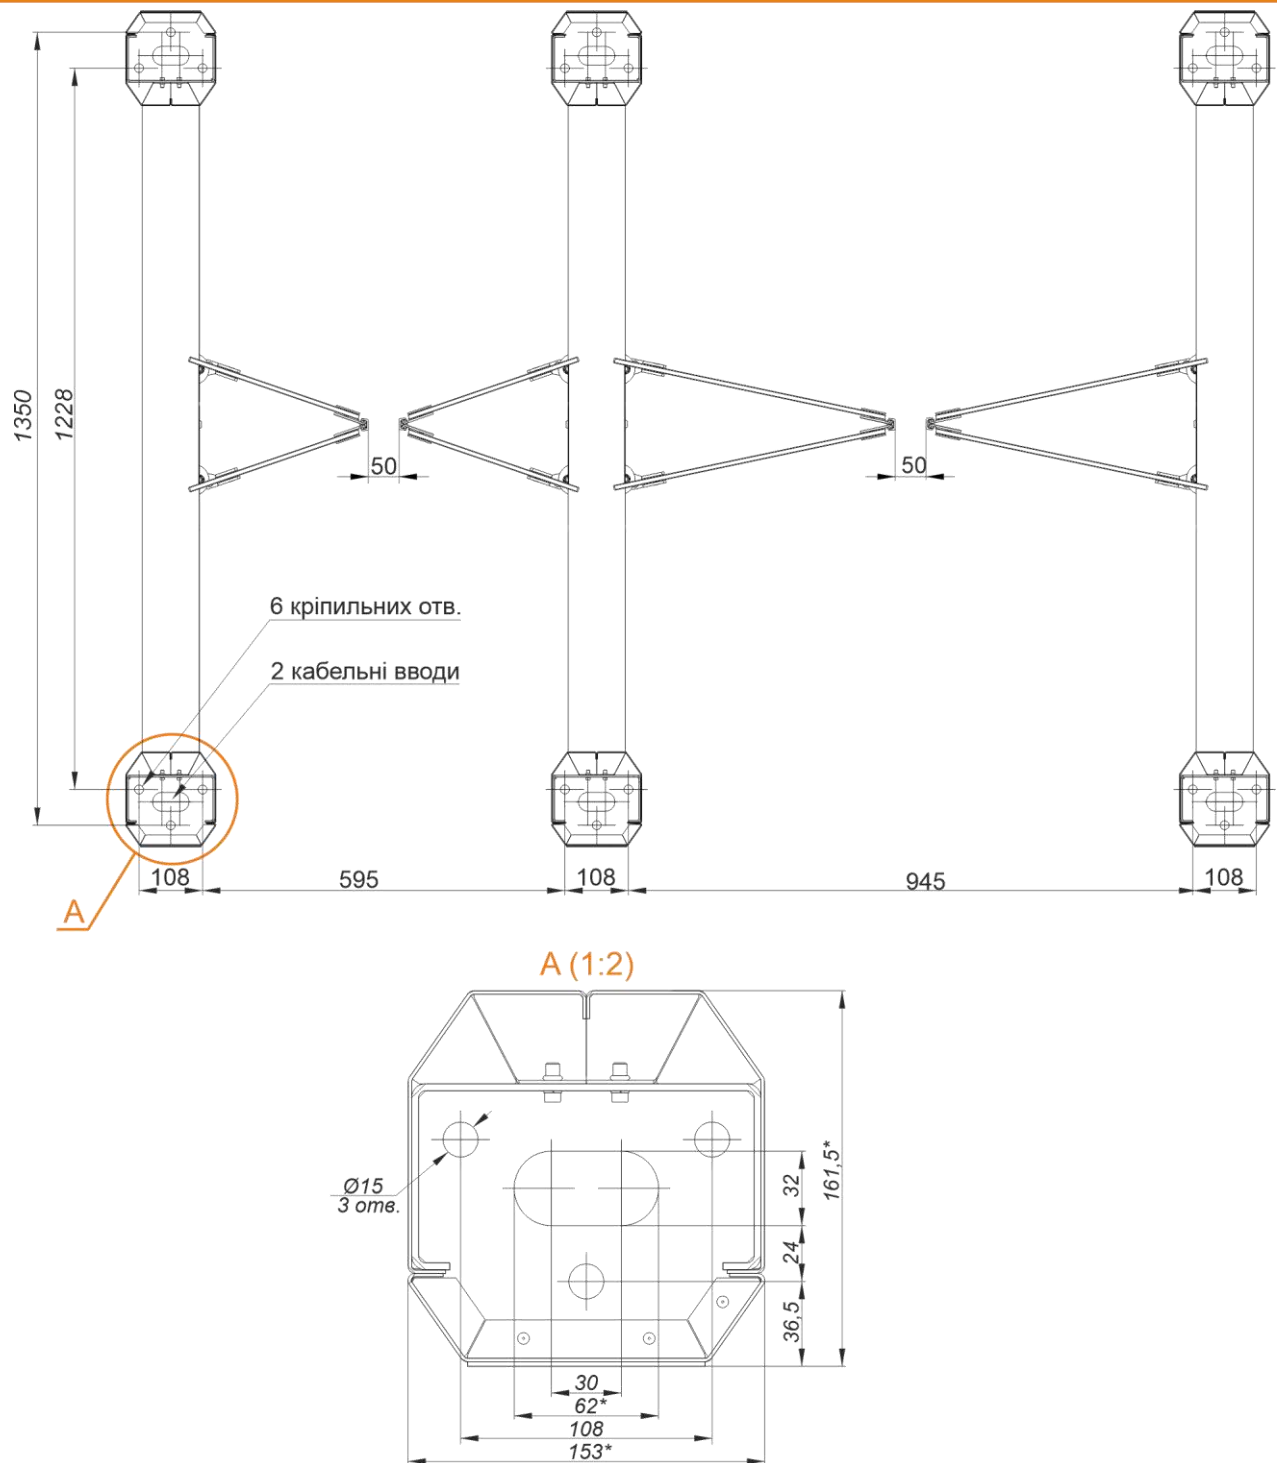

Рис.14 – Розміри турнікета «SLIDE»
- 5 Поєднати кріпильні отвори в нижній пластині турнікету з підготовленими отворами в поверхні згідно з розміткою рис.14, закріпити турнікет за допомогою наявних в комплекті постачання анкерів.